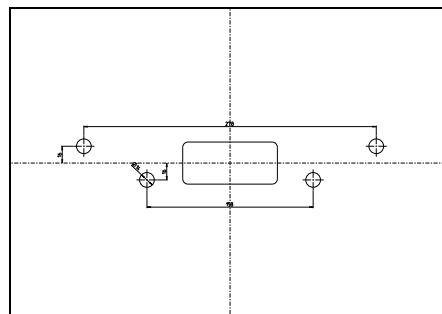

Fig. 2: Dimensões de perfuração
- Dimensões de perfuração para barras de fixação, consultar a Fig. 2.